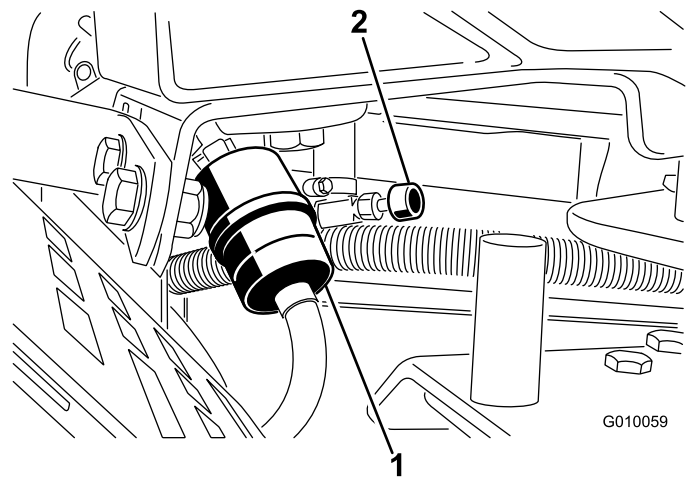

Figura 52
2. Cierre la válvula de cierre del combustible (Figura 52).
3. Apriete los extremos de las abrazaderas y deslícelas por el tubo alejándolas del filtro (Figura 52).
5. Instale un filtro nuevo y acerque las abrazaderas al filtro (Figura 52).
7. Abra la válvula de cierre del combustible (Figura 52).
3. Afloje la abrazadera cerca del filtro de combustible y deslícela por el tubo, alejándola del filtro de combustible (Figura 52).
4. Retire el tubo de combustible del filtro (Figura 52). Abra la válvula de cierre del combustible y deje fluir el combustible a una lata u otro recipiente.
5. Instale el tubo de combustible en el filtro de combustible. Acerque la abrazadera al filtro de combustible para fijar el tubo de combustible (Figura 52).